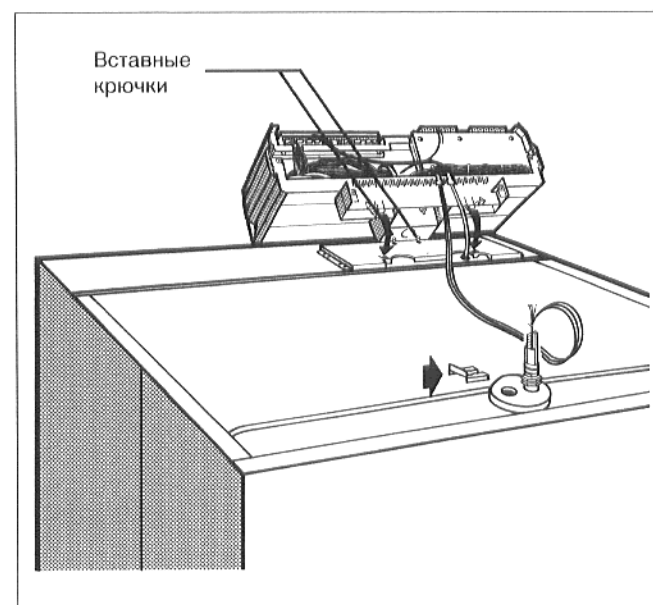

Рис. 52
- Насадить регулятор (рис. 52). Вставить регулятор в переходную жесть так, чтобы вставные крючки регулятора вошли в овальные отверстия переходной жести. Тянуть регулятор в направлении вперед и давить его при этом вниз, до тех пор, пока эластичные крючки не войдут в задние четырехугольные отверстия переходной жести.